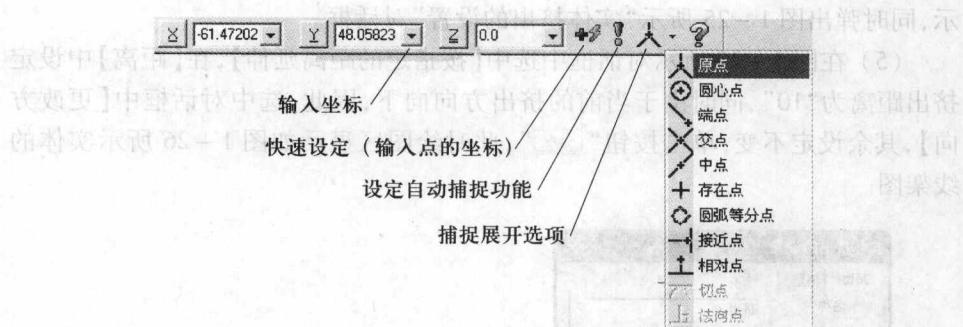

图 1-19 设置矩形的中心点坐标
- (5) 单击如图 1-19 所示光标捕捉坐标点工具条中“”右侧小箭头，在展开菜单中选择“原点”，此时在绘图区画出如图 1-20 所示矩形。单击图 1-18 中的按钮“”，关闭画矩形对话框。
提示：如图 1-19 所示，输入矩形中心坐标点的方法有多种，既可采用键盘输入，也可采用捕捉方式输入。